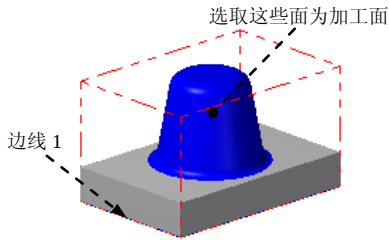

图 5.6.3 选取加工面
(1) 在图形区中选取图 5.6.3 所示的曲面，然后按 Enter 键，系统弹出“刀路/曲面选择”对话框。
(2) 在“刀具/曲面选择”对话框的**边界范围**区域单击按钮，系统弹出“串连”对话框，选取图 5.6.3 所示的边线 1，单击按钮，系统重新弹出“刀路/曲面选择”对话框，单击按钮，系统弹出“曲面粗车-挖槽”对话框。